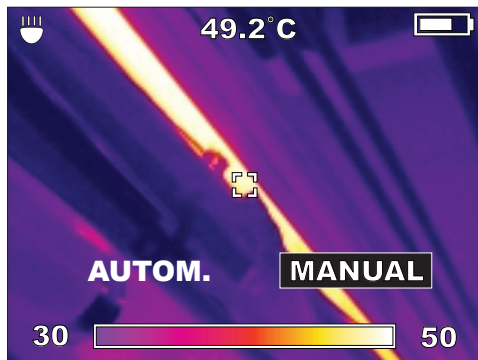

Figura 12. Configuración del rango manual
1. Desde el modo de visualización en directo, presione  para seleccionar RANGO. Aparece una pantalla como en la figura 12.